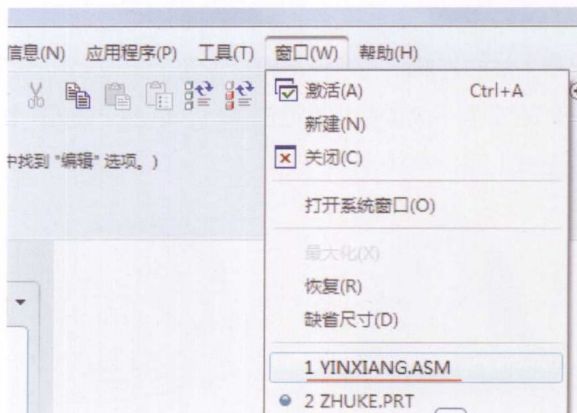

图1-27
(19) 在主菜单栏选择“窗口”命令，然后在弹出的下拉菜单中选择“1 YINXIANG.ASM”，将操作窗口切换回组件状态（图1-27）。